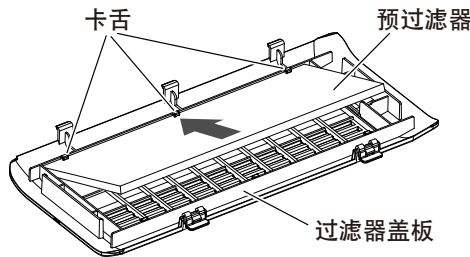
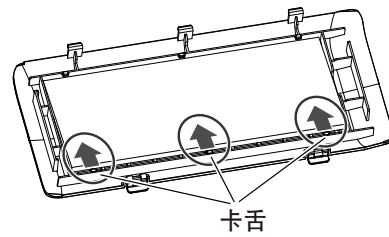

图 1
图 2
- 将预过滤网放入过滤网盖板一侧的卡舌（3 处）内（图 1），并沿着箭头的方向缓慢地将其逐个推入另一侧的卡舌（3 处）（图 2）。安装时请避免卡舌在其与预过滤网的接触部位造成损坏或变形。